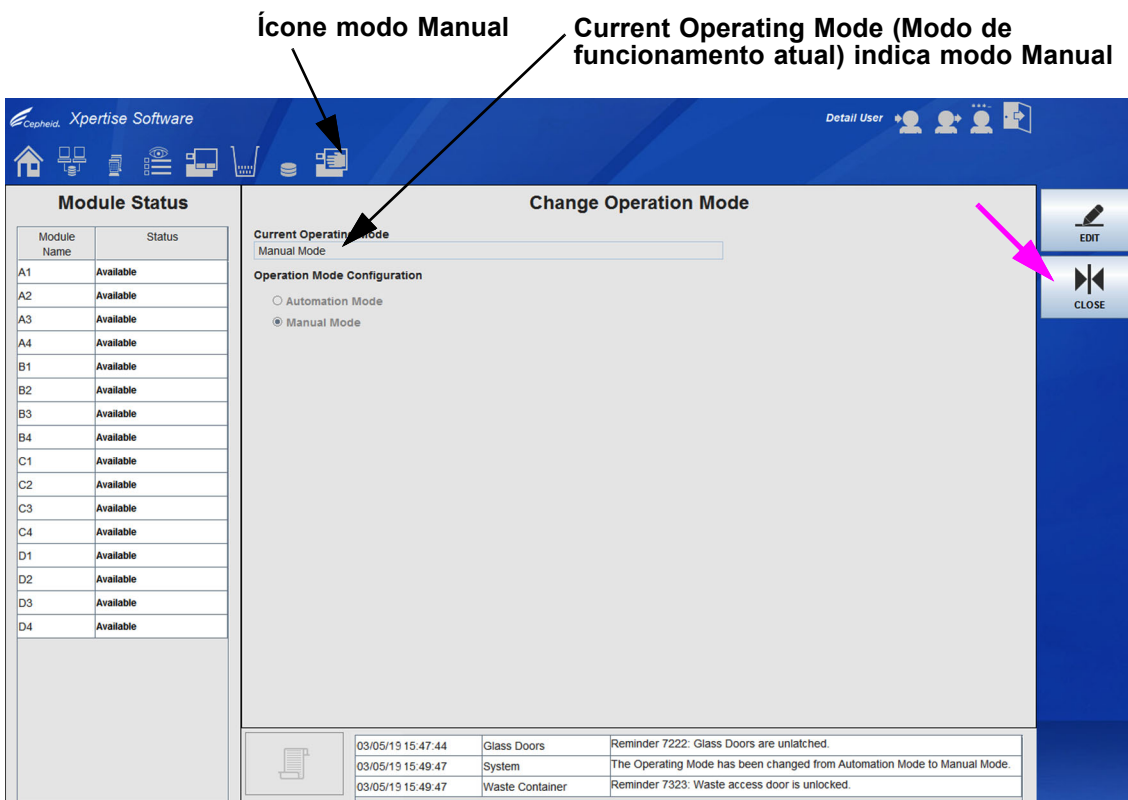
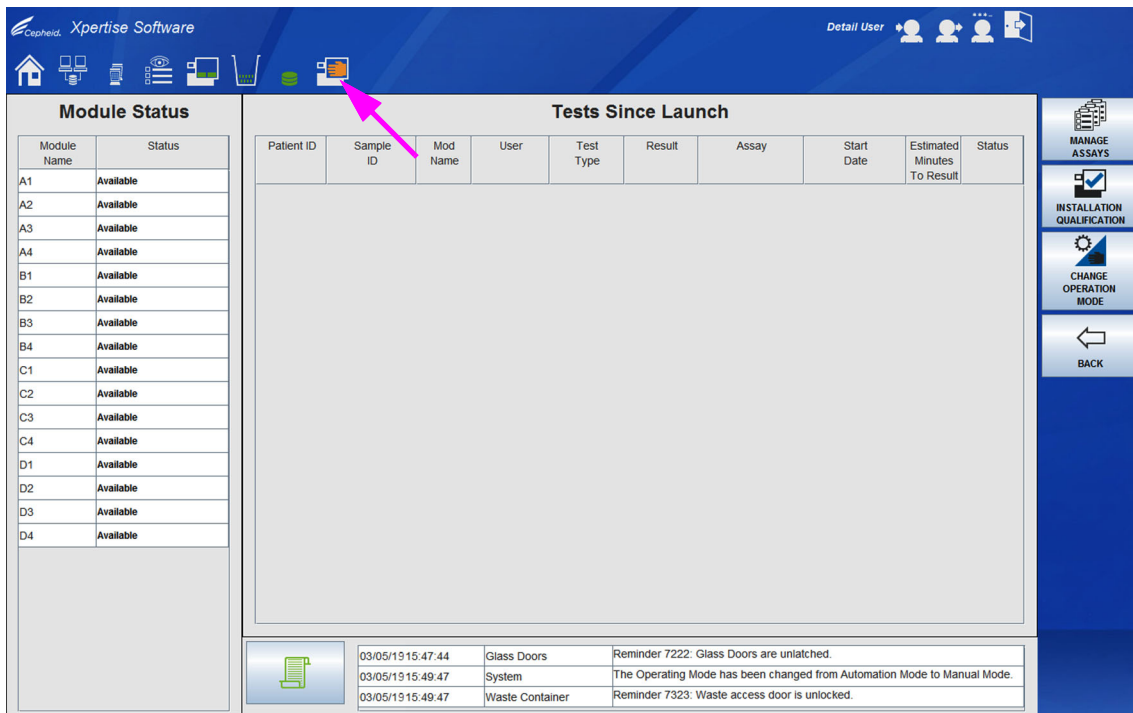

Figura 5-97. Área de trabalho Change Operation Mode (Alterar modo de funcionamento) a indicar modo Manual
Figura 5-98. Área de trabalho inicial do Xpertise a mostrar o ícone de modo Manual
Aparece a área de trabalho Change Operation Mode (Alterar modo de funcionamento) (ver Figura 5-97) com o **Current Operation Mode (Modo de funcionamento atual)** alterado para **Manual Mode (Modo Manual)**, e com o ícone **Manual Mode (Modo Manual)** presente no painel de instrumentos.
- Na área de trabalho Change Operation Mode (Alterar modo de funcionamento), selecione o botão **CLOSE (FECHAR)** (ver Figura 5-97). É apresentada a área de trabalho inicial do software Xpertise a mostrar o menu Setup (Configuração) e o ícone de modo Manual no painel de instrumentos. Ver Figura 5-98.